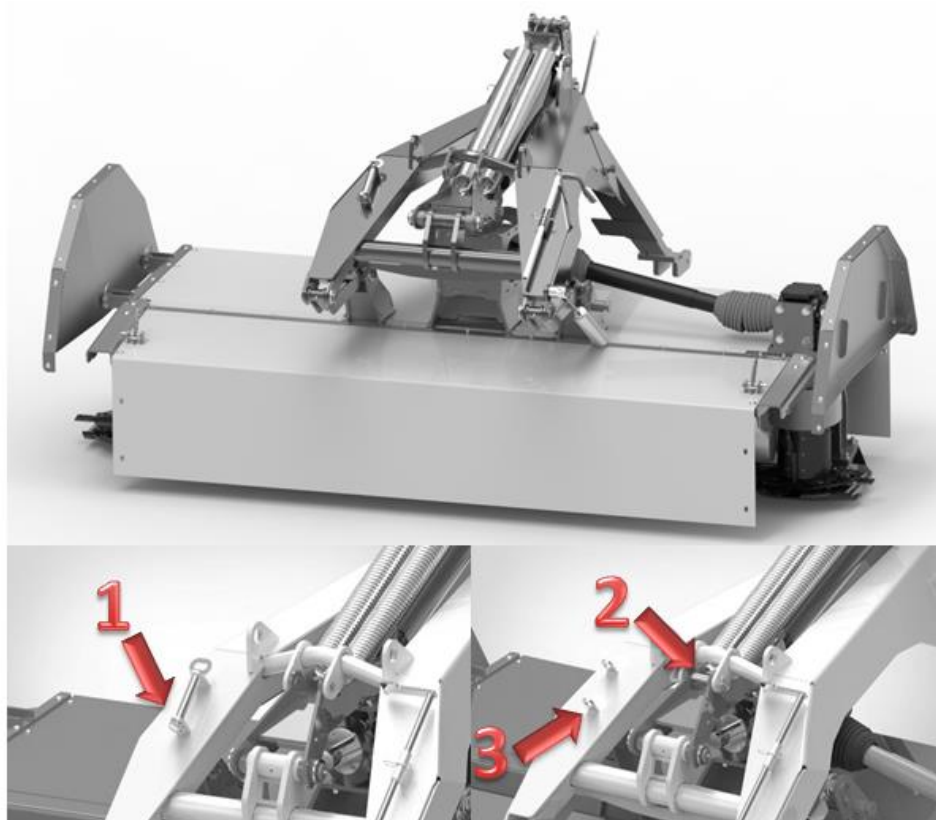
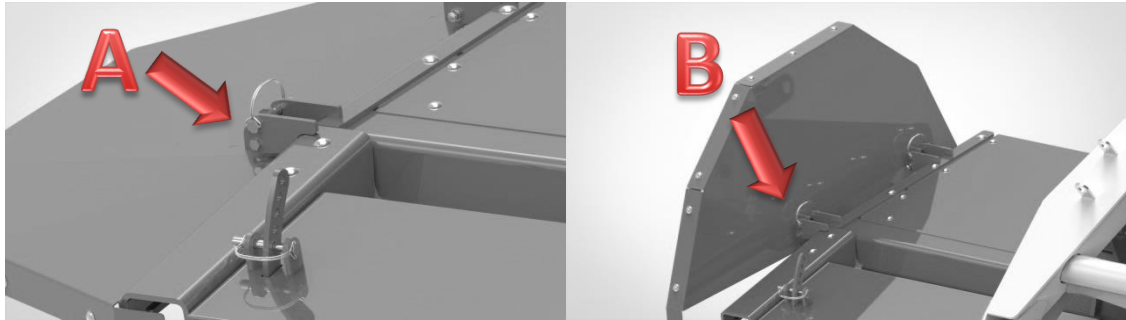
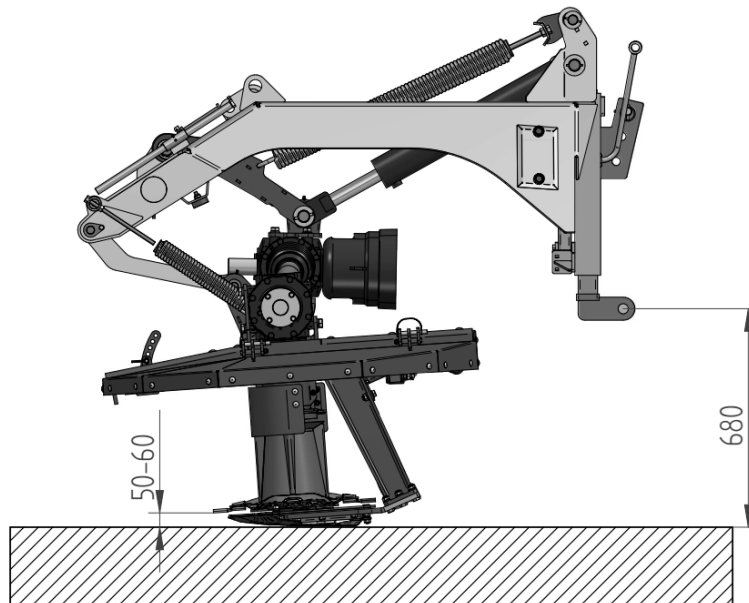

Abb. 4 Transportsicherung
Abb. 5 Zusammenklappen des Seitenschutzes
Abb. 6 Einstellung der Aufhängungshöhe des Mähers
Zu der Transportüberfahrt sollte der Mäher mit der Dreiecksaufhängung auf die Höhe von 500 mm angehoben, der Seitenschutz (Abb. 5) montiert und mit dem Transportbolzen (Abb. 4) gesichert werden. Es wird empfohlen die Teleskop-Gelenkwelle vom Schlepper zu trennen und auf dem Fahrzeug zu verstauen. Den Mäher in die Transportposition, wie unten angezeigt, aufstellen.
Nach dem Anheben des Mähers in die Transportposition soll der Sicherungsbolzen (1) Abb. 4 in die Öffnungen der Aufhängung (2) Abb. 4 zur Sicherung der Maschine vor unbeabsichtigten Herabsinken im Falle einer Beschädigung des Kraftzylinders gesteckt werden. Bei der Entsicherung des Mähers in die Arbeitsposition sollte der Bolzen (1) Abb. 4 in der Halterung (3) Abb. 4 platziert werden.
Zum Maschinentransport sollten auch der Seitenschutz angelegt werden, dazu sollten die Sicherungssplinte (A) Abb. 5 herausgezogen und anschließend der Seitenschutz angehoben, und erneut mit Sicherungssplinten (B) Abb. 5 gesichert werden.
Nach der Transportfahrt und dem Aufstellen des Schleppers in die Position zum Mähen soll der Transportbolzen herausgezogen, der Seitenschutz abgesenkt und mit Sicherungssplinten gesichert werden (umgekehrte Reihenfolge wie auf der Abb. 4 und Abb. 5). Anschließend sollte der Schneidbalken in die Waagerechte und deren Höhe gem. den auf der Abb. 6 dargestellten Maßen eingestellt werden.